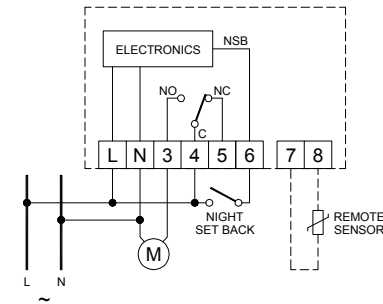

Fig. 5
4. Eseguire i collegamenti elettrici, facendo passare i fili tramite l'apertura rettangolare (8), seguendo lo schema di collegamento di Fig. 5.
Al morsetto 6 (Fig. 5) è possibile collegare un contatto esterno che consente di attivare la modalità di 'Riduzione Notturna' (Night Set Back).
In order to select the 'Night Set Back' feature an external dry contact can be connected to terminal 6 (Fig. 5).